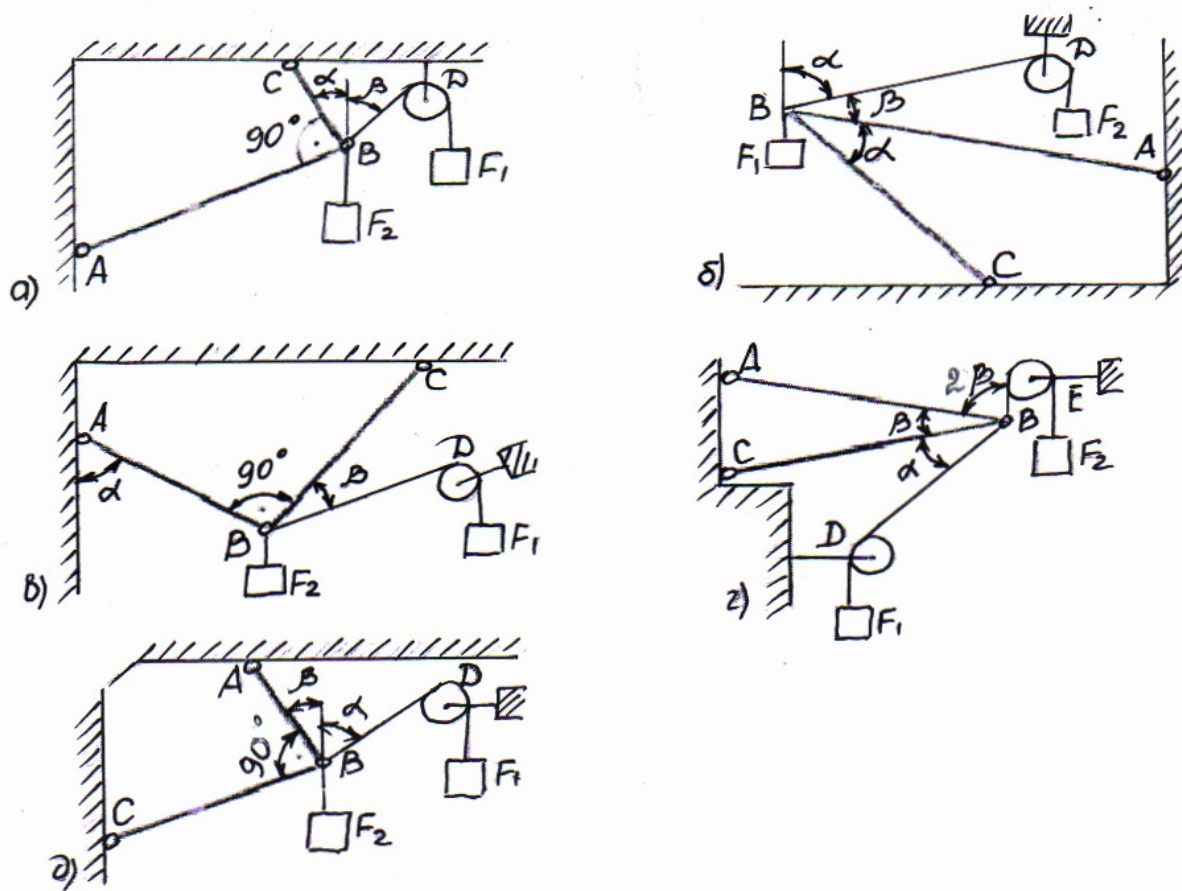

Рисунок 2- Схема для выполнения задания 2
Определить усилия в стержнях (смотри рисунок 2). Данные по своему шифру взять из таблицы 2.
- Шифр 1 - 6 – рисунок 2 а; - Шифр 7 - 12 – рисунок 2 б;
- Шифр 13 - 19 – рисунок 2 в; - Шифр 20 - 24 – рисунок 2 г;
- Шифр 25 - 30 – рисунок 2 д.
- Шифр 5 – рисунок 2 а, исходные данные из таблицы 2 под номером 5;
- Шифр 9 – рисунок 2 б, исходные данные из таблицы 2 под номером 9;
- Шифр 14 – рисунок 2 в, исходные данные из таблицы 2 под номером 4;
- Шифр 20 – рисунок 2 г, исходные данные из таблицы 2 под номером 0;
- Шифр 27 – рисунок 2 д, исходные данные из таблицы 2 под номером 7.